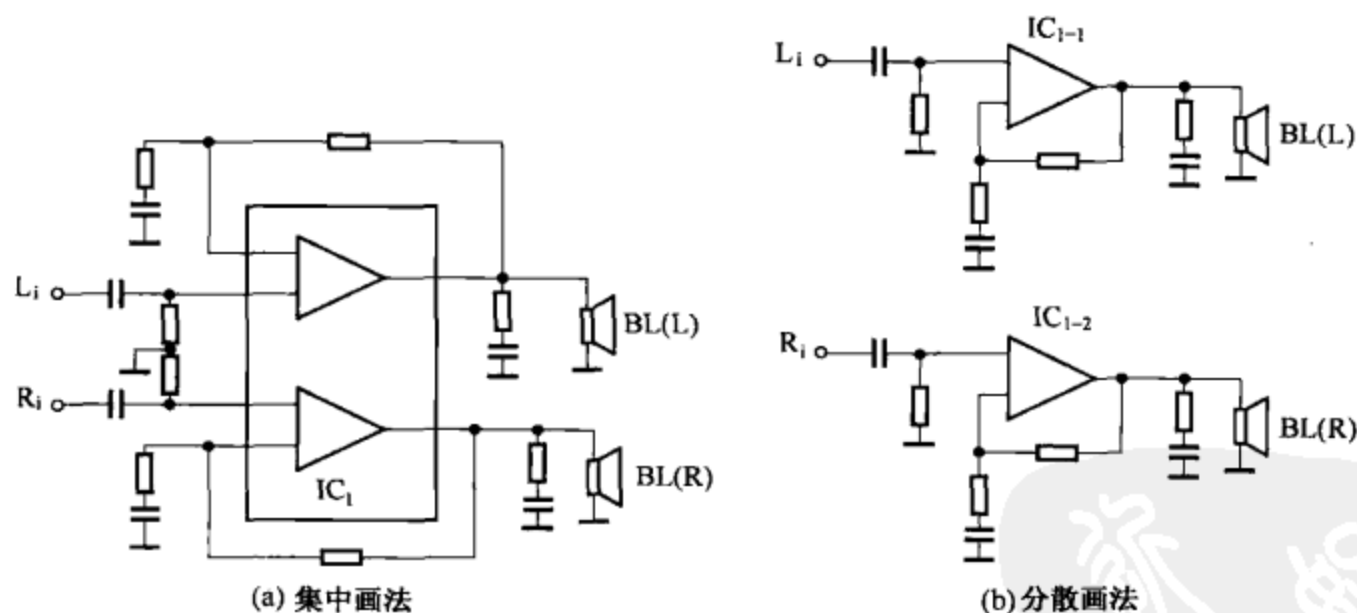

图 7-9
(1) 图 7-9 所示为双功放集成电路在电路图中的两种画法，图 7-9 (a) 所示为集中画法，图 7-9 (b) 所示为分散画法，形式不同，实质一样。